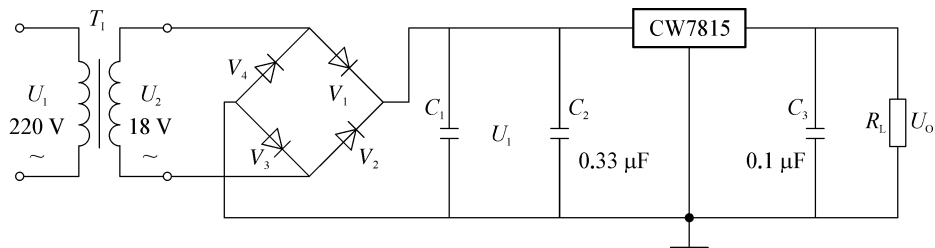

图 1-3-15 电路图
- 分析图 1-3-15 所示电路：
(1) 说明由哪几部分组成？各组成部分包括哪些元件？
(2) 在图中标出 U_1 和 U_0 的极性。
(3) 求出 U_1 和 U_0 的大小。